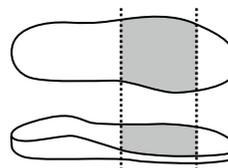

Abb. 5: antistatischer Bereich
**Außerdem ist zu beachten, dass im Vorfußbereich (s. Abb. 5) nur antistatisches Material und leitender Klebstoff verwendet werden darf.**